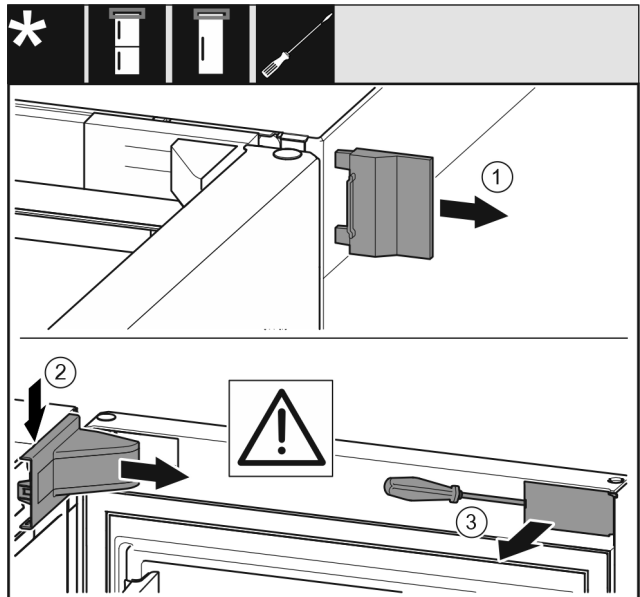

Fig. 6
► Vegye le a külső fedelet. Fig. 6 (1)
► Pattintsa ki és oldja ki a csapágybak fedelét. Vegye le a csapágybak fedelét. Fig. 6 (2)
► Pattintsa ki a takarólemezt lapos csavarhúzóval, és fordítsa oldalra. Fig. 6 (3)